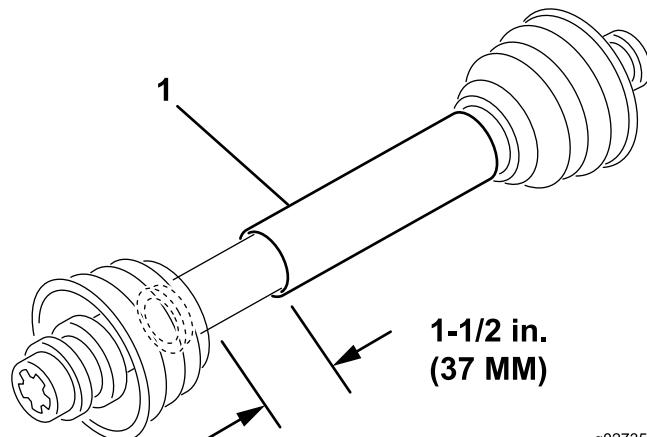

Figura 4
- In questa lunghezza più corta, le 2 metà dell'albero della PDF devono avere almeno 37 mm di spazio aggiuntivo per rientrare (Figura 4).